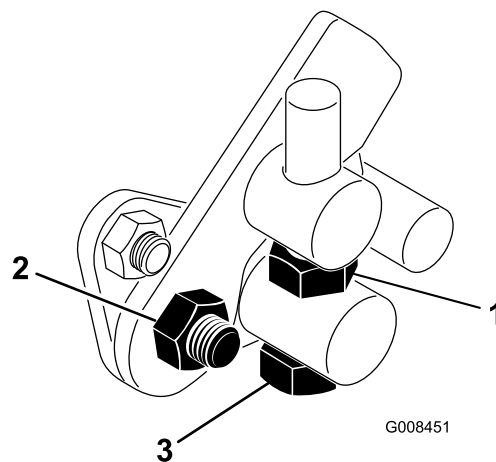

Figura 43
1. Slăbiți contrapiulia de pe urubul de reglare (Figura 43).
4. Strângeți contrapiulia urubului de reglare și piulia de pe pivotul pedalei pentru a fixa reglarea (Figura 43). Verificați reglarea și efectuați o acțiune conform cerințelor.